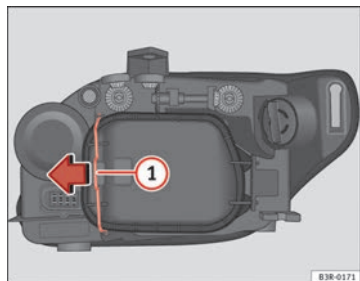

Fig. 207 Luz de cruce
Aunque no es necesario, extraer previamente la tapa rígida → fig. 207, facilita el cambio de la lámpara de dirección. ■
- Desplace el tirante ⇒ fig. 207 ① en el sentido de la flecha y saque la tapa rígida separando primero el lado del tirante y sacando después las dos pestañas del extremo contrario de la tapa.